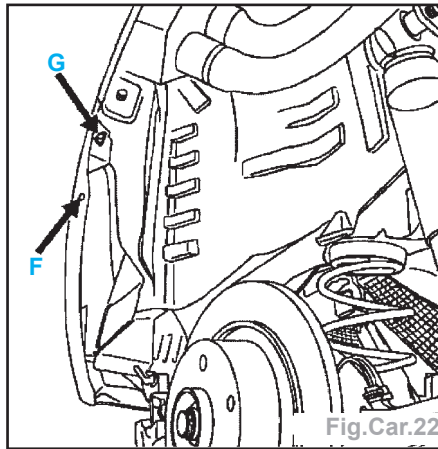

Fig.Car.22
- les agrafes latérales (G) (Fig.Car.22).
- la vis du protecteur d'aile (F) (Fig.Car.22),